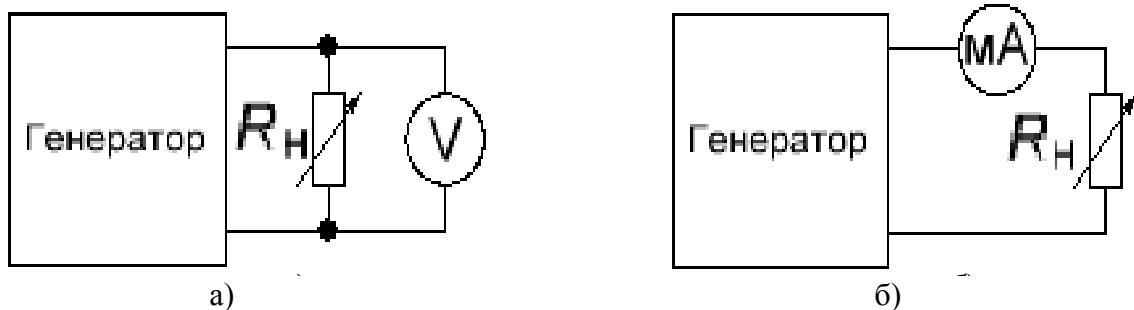

Рис. 1.4
– в лаборатории (а. 314) соберите поочередно схемы с прибором В7-20, представленные на рис. 1.4;
2.3.1. В цепи, схема которой представлена на рис. 1.4,а, когда прибор В7-20 используется в качестве вольтметра, переключатель «Род работы» установите в положение «V». Переключатель «Предел» установите в положение «10», при этом прибор может измерять напряжения от 0 до 10 В. Шнур прибора подключите к клеммам «0» и «1-10». Тумблером «Сеть» включите напряжение питания. При высвечивании на индикаторе индекса «П» (перегрузка) провод с клеммы «1-10» перенесите на клемму «100», а переключатель «Предел» переведите в положение «100».
2.3.2. В цепи, схема которой представлена на рис. 1.4,б, когда прибор В7-20 используется в качестве миллиамперметра, переключатель «Род работы» установите в положение «mA». Переключатель «Предел» установите в положение «1000», при этом прибор может изменять токи от 0 до 1000 мА. Шнур прибора подключите к клеммам «0» и «IR».